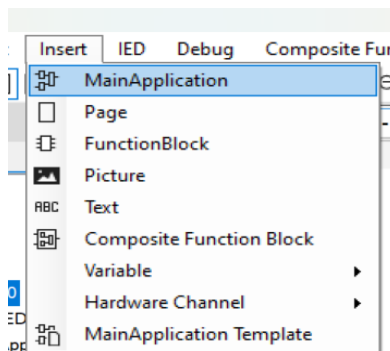

Imagen 206_ Apertura de la aplicación principal para la inserción de un nuevo apartado para mediciones.
4.1.2 Posteriormente en la parte superior seleccionamos “Insert - MainApplication” como se muestra en la **Imagen 206**.